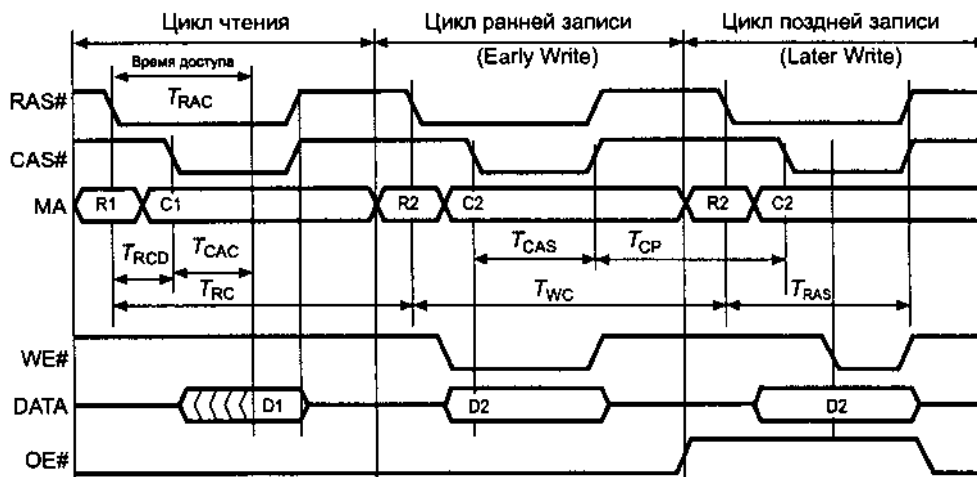
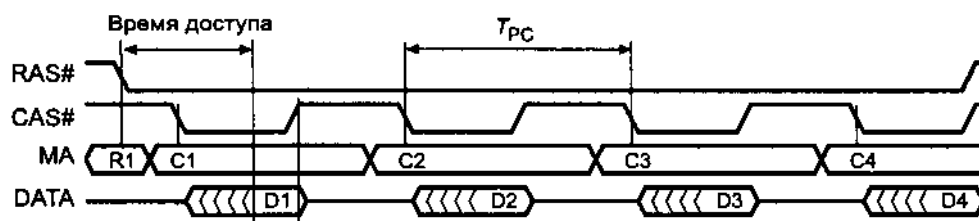

Рис. 8.1. Временные диаграммы чтения и записи динамической памяти
Рис. 8.5. Страничный режим считывания стандартной памяти DRAM (FPM)
Выбранной микросхемой памяти является та, на которую во время активности (низкого уровня) сигнала RAS# приходит сигнал CAS# (тоже низким уровнем). Тип обращения определяется сигналами WE# и CAS#. Временная диаграмма «классических» циклов записи и чтения приведена на рис. 8.1. Как видно из диаграммы, при чтении данные на выходе относительно начала цикла (сигнала RAS#) появятся не раньше, чем через интервал  $T_{RAC}$ , который и является временем доступа.
- ◆ Время доступа (RAS Access Time) —  $T_{RAC}$  — задержка появления действительных данных на выходе относительно спада импульса RAS (см. рис. 8.1). Этот основной параметр спецификации памяти, измеряемый в единицах или десятках наносекунд, обычно является последним элементом обозначения микросхем и модулей (названия xxx-7 и xxx-70 означают время доступа 70 нс). Для современных микросхем характерно время доступа 30-100 нс.
- ◆ Длительность сигналов RAS# и CAS# —  $T_{RAS}$  и  $T_{CAS}$  — минимальная длительность активной части (низкого уровня) стробирующих сигналов (см. рис. 8.1).
Временная диаграмма, приведенная на рис. 8.1, может быть модифицирована для случая последовательного обращения к ячейкам, принадлежащим одной строке матрицы. В этом случае адрес строки выставляется на шине только один раз, и сигнал RAS# удерживается на низком уровне на время всех последующих обращений, которые могут быть циклами как записи, так и чтения. Такой режим обращения называется *режимом быстрого страничного обмена* (Fast Page Mode, FPM), или просто *режимом страничного обмена* (page mode), его временная диаграмма приведена на рис. 8.5. Понятие «страница» на самом деле отно